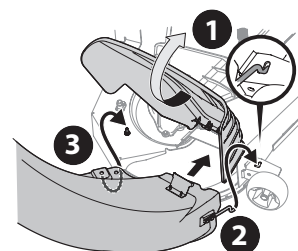

Figura 22
- Inserte el extremo del codo del bota (2) en el orificio suministrado en el montaje de rueda de la plataforma tal como se muestra en el inserto de Figura 22.
- Gire la bota hacia atrás hasta que el orificio del codo del bota se alinee con el pasador de la plataforma. Mueva la bota hacia abajo hacia ese pasador como se muestra en (3) de la Figura 22.